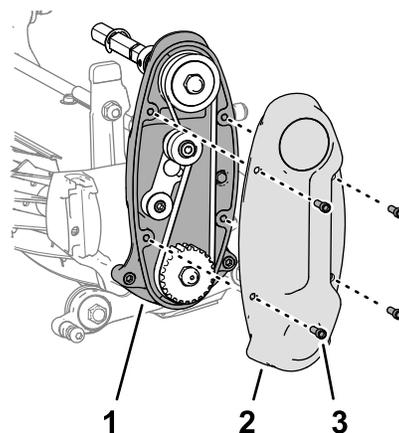

Рисунок 18
5. Установите крышку на корпус привода барабана (Рисунок 18) с помощью 4 винтов с внутренними шестигранниками ($\frac{1}{4}$ x $\frac{3}{4}$ дюйма).